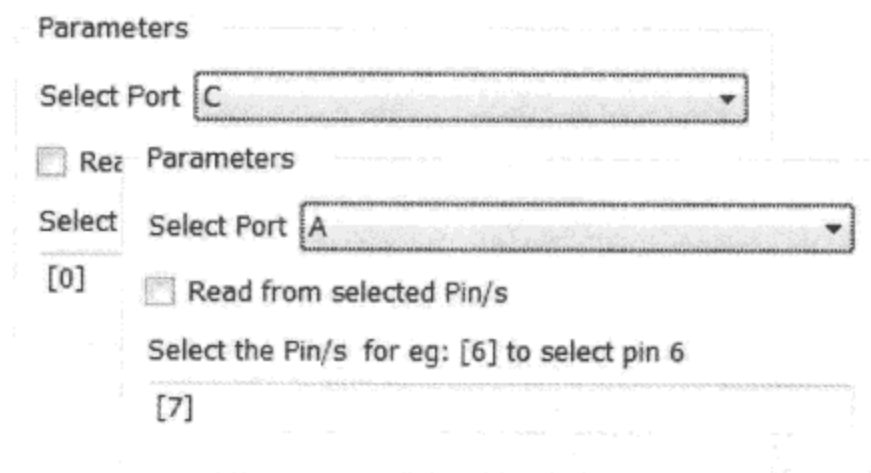

图 7.2.81 Read Port Input 模块设置
(3) Read Port Input。2 个 Read Port Input 模块的输入引脚分别为端口 C、端口 A，不应勾选 Read from selected Pin/s 复选框，如图 7.2.81 所示。